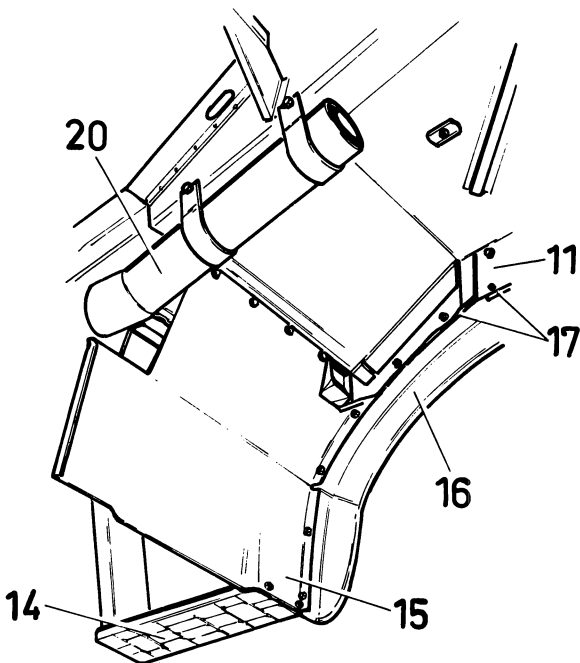

Fig. 3.
1. Monteer de drempelplaat (11) (fig. 3).
4. Zet de spatbordplaat (15) tegen de cabine vast (fig. 3).
5. De rubber spatbordrand 16 wordt ingeklemd tussen de zijkant van de cabine en een meta-len versterkingsprofiel (17).
6. Monteer de bumpstop met steun (18) tegen de zuil voor de opstap (12). Pas als de cabine op het chassis wordt gemonteerd, wordt de bumpstop op de juiste plaats geschoven en vastgezet. (Zie bladzijde 28, punt 22.)
1. Monter le seuil (11) (fig. 3).
7. Zet de metalen aanzuigbuis (20) voor de luchttoevoer naar de motor, onder de rechter langsligger van de cabine vast (fig. 3). Soms is de buis (20) voorzien van een demper. Bij de huidige typen wordt de luchtaanzuigbuis (20) aan het chassis bevestigd. De constructie is niet onderling uitwisselbaar.
7. Poser la buse d'aspiration d'air (20) sous le longeron Dr de la cabine (fig. 3). Dans certains cas la buse en question possède un silencieux d'admission d'air. Dans les types actuels la buse d'aspiration d'air est fixée au chassis. Les constructions ne permettent pas la permutation.